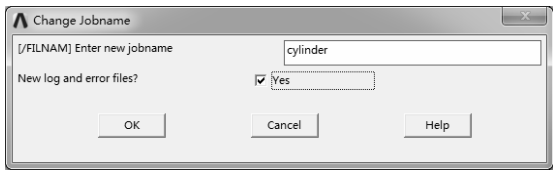

图 10-78 “Change Jobname”对话框
- 1) 选择“Utility Menu>File>Change Jobname”命令，弹出“Change Jobname”对话框，修改工程名称为“cylinder”，如图 10-78 所示。单击“OK”按钮完成修改。